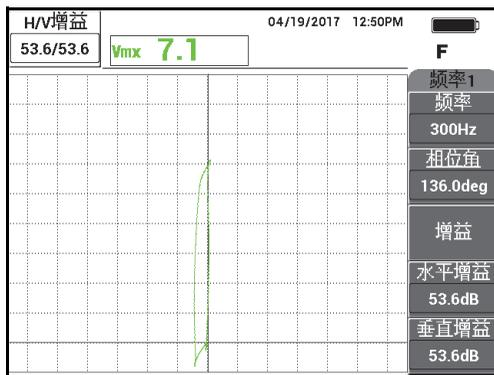

图 5-237 调节增益
- 按增益键 ( **dB** ), 然后增加增益, 直到缺陷信号达到大约 6 个垂直分区的高度 (参见第 277 页的图 5-237)。